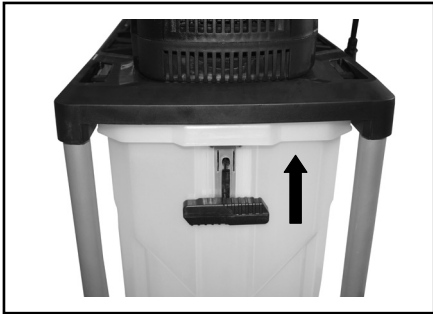

Abb. 10
8. Verriegeln Sie den Sammelbehälter, indem Sie den Sicherheitsriegel nach oben drücken (Abb. 10).